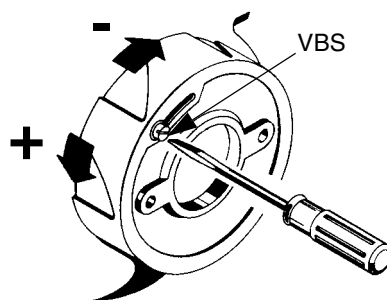

Рис. 23
- 13) Проверять постоянно анализы выбросов, отрегулировать расход воздуха, воздействуя на винт **VBS** (Рис. 23); закручивать его для уменьшения расхода и откручивать - для увеличения.